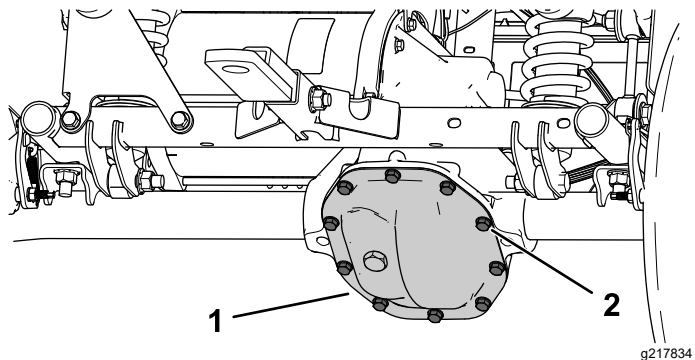

Bild 48
1. Stellen Sie eine Auffangwanne unter die Getriebeabdeckung (Bild 48).
- Entfernen Sie die Schrauben von der Getriebeabdeckung und lassen Sie die Flüssigkeit ganz ab (Bild 48).